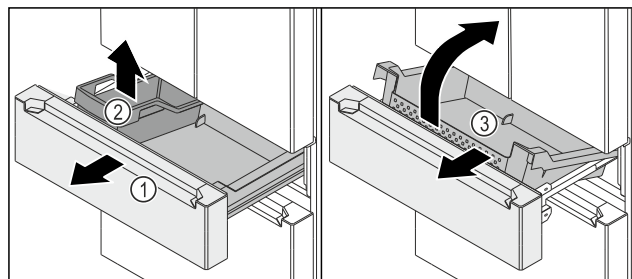

Fig. 150
- ▶ Auszugswagen Fig. 150 (1) bis zum Anschlag herausziehen.
- ▶ FlexBox Fig. 150 (2) entnehmen.
- ▶ Behälter Fig. 150 (3) vorne hochheben.
- ▶ Behälter Fig. 150 (3) schräg nach vorne entnehmen.